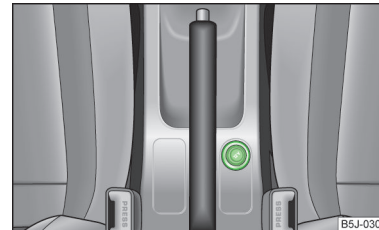
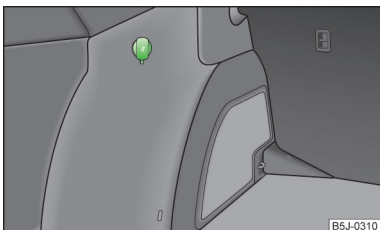

Fig. 80
Fig. 81
- » Apăsăți capul brichetei » fig. 80.
Priza de 12 V (numită în continuare doar priza) se află în consola centrală din față » fig. 80 la pagina 81 și în portbagaj » fig. 81.